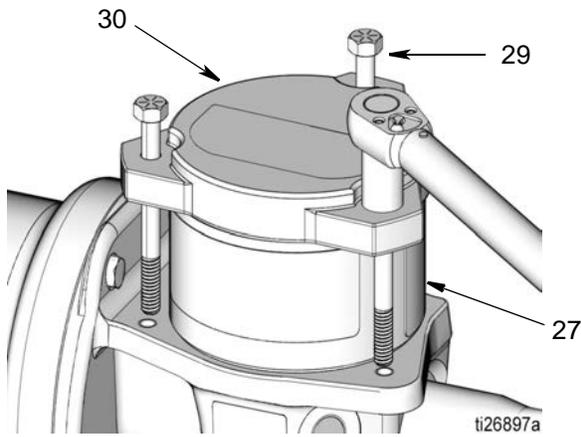

图 12
- 使用扳手拆下拉杆 (29)。松开对角线模式中的拉杆, 渐渐小心松开每个拉杆, 直至所有拉杆完全松开。卸下拉杆 (29)。参见图 12。
- 从液箱 (27) 上拆下盖子 (30) (图 12)。